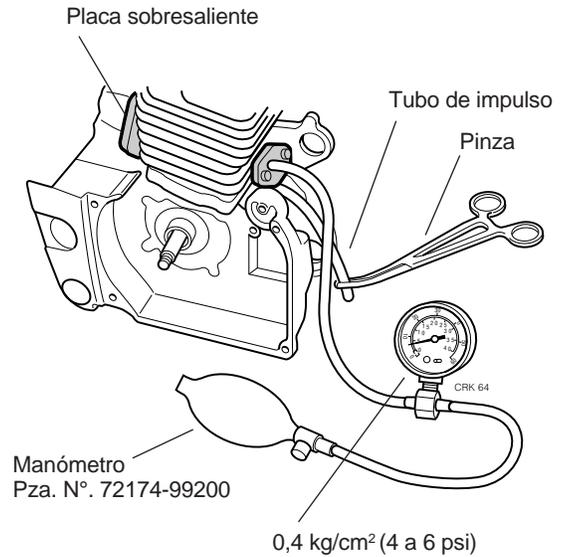

Figura 8.25 Prueba del cárter a presión
Paso 1. Instale el pistón y el cilindro de acuerdo con los procedimientos descritos en la Sección 7 y luego pruebe si no hay fugas en el cárter sellando ambas lumbreras del cilindro y presurice el cárter a 0,3-0,4 kg/cm² durante 3 a 5 minutos, como se muestra en la Sección 2 Solución de Problemas (figura 8.25)